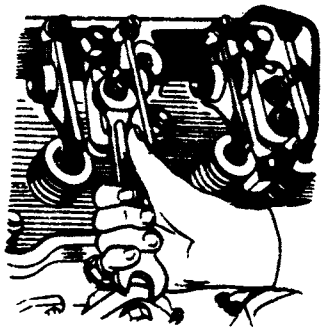
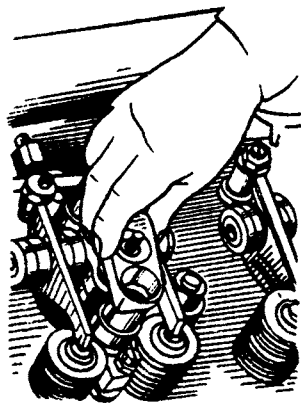

Рис. 81. Отвертывание гайки скобы крепления форсунки
Рис. 82. Снятие скобы крепления форсунки
4. Отвернуть гайки скоб крепления форсунок (рис. 81), снять эти скобы (рис. 82) и форсунки, предохраняя распылители от ударов и засорения отверстий.